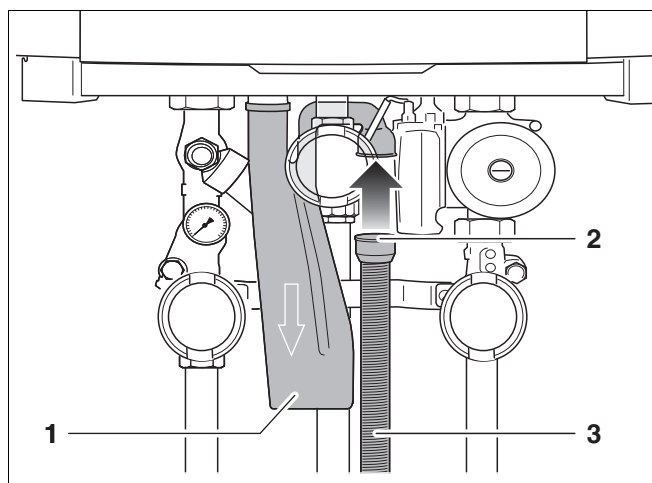

Fig. 18 Montați furtunul ondulat
- Montați furtunul ondulat (fig. 18, poz. 3) și manșeta de cauciuc (fig. 18, poz. 2) la sifon (fig. 18, poz. 1).